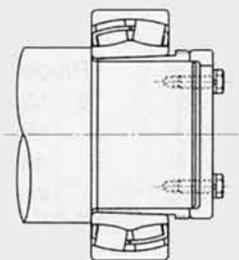

Рис. 6.19 Вид в собранном состоянии
3) Способ ввода масла под давлением (**Рис. 6.19** и **6.20**)